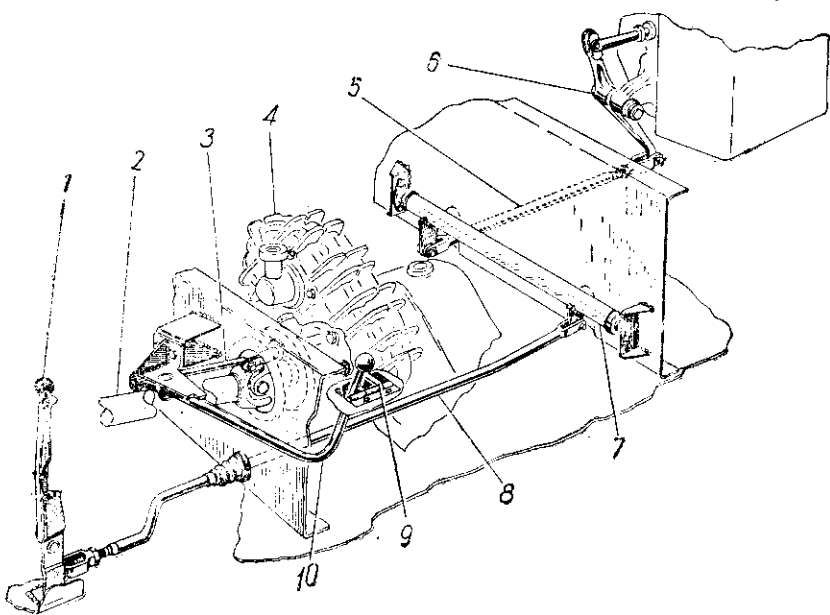

Рис. 33. Приводы переключения передач коробки отбора мощности на водомет и включения лебедки:
- поставьте рычаг 1 (рис. 33) переключения передач в среднее (нейтральное) положение и зафиксируйте его защелкой;
— вращая по резьбе вилку тяги 5 (см. рис. 33), добейтесь полного совпадения отверстий на вилке и нижнем конце рычага 6;
На переднем торце редуктора установлена коробка 1 отбора мощности на лебедку. Управление коробкой производится рычагом 10 (см. рис. 33) включения лебедки, который может фиксироваться в двух положениях: переднее—отбор выключен, заднее—отбор включен.
— поднимите упор 9 (см. рис. 33) рычага 10 включения лебедки и, перемещая рычаг 10 назад, включите коробку отбора мощности на лебедку;